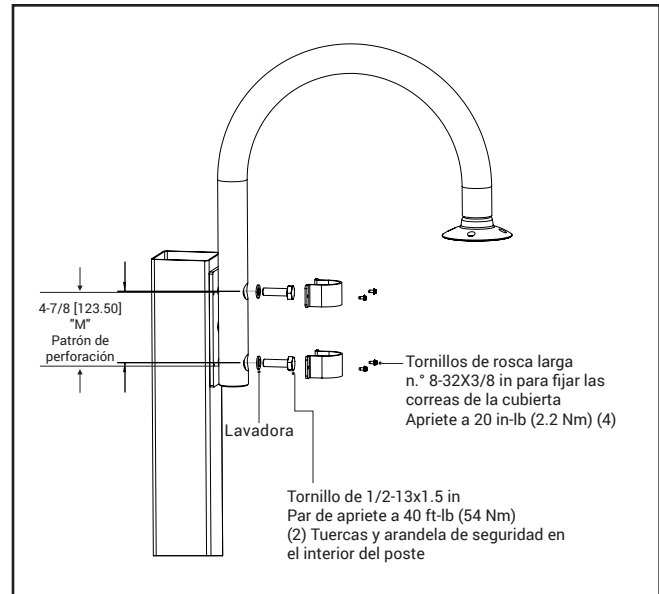

Figura 9.
3. Monte el brazo Bishop en el poste como se muestra en la Figura 9.